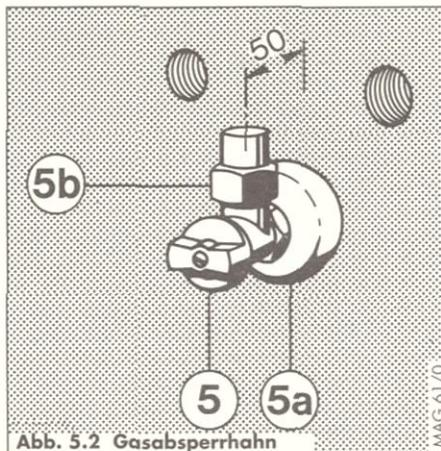

Abb. 5.2 Gasabsperrhahn
Legende zu Abb. 5.2
- Verschraubung (Abb. 5.2, Pos. 5b) vom Gasabsperrhahn lösen und dicht auf den Geräteanschluß aufschrauben